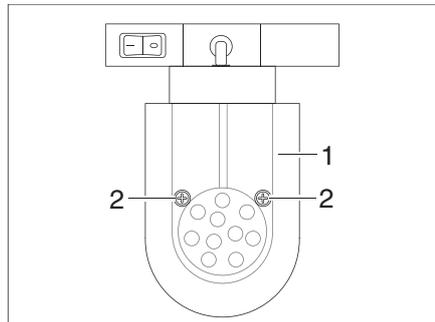

Bild 174 LED-Spotleuchte (verschiebbar)
- Befestigungsschrauben (Bild 174,2) lösen.
- Lampenglas (Bild 174,1) vorsichtig abnehmen.